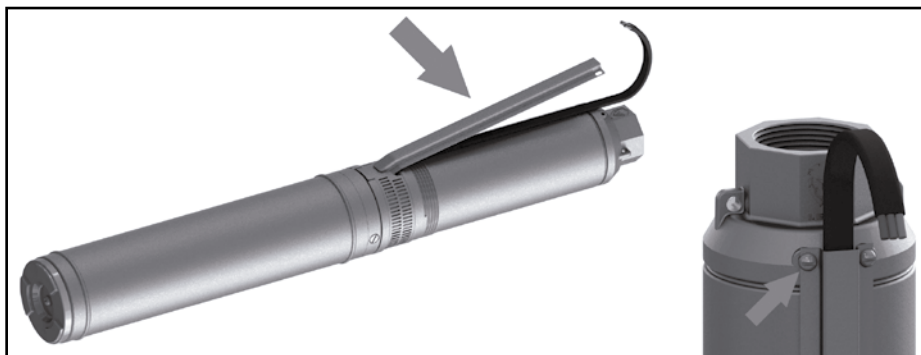

Figura 6: Proteção do cabo
- Ajuste os cabos elétricos no bombeador e proteja-os com a proteção do cabo (figura 6).